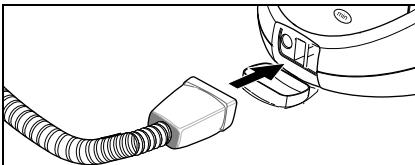

Fig. 5
- Introduceți fișa pentru abur (C7) și fixați-o în priza aparatului (A1). Astfel, cele două blocatoare ale fișei pentru abur trebuie să intre în capacul prizei aparatului (vezi fig. 5).